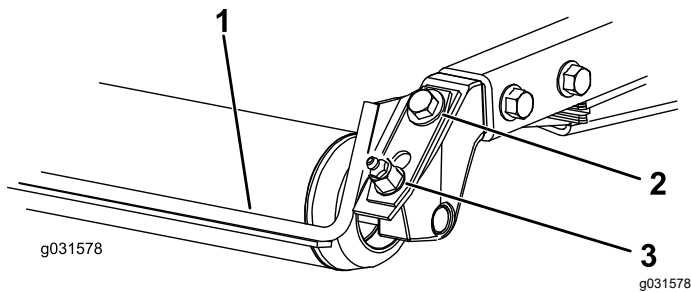

Bild 20
1. Lösen Sie die Schmiernippel und Befestigungsschraube (Bild 20).